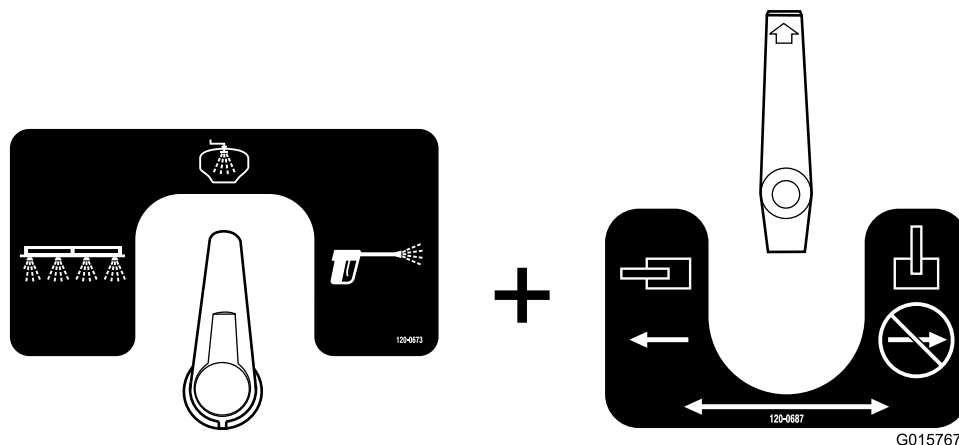

Figura 53
- Esta é configuração de lavagem do depósito (Figura 53). Utilize esta configuração para pulverizar a água de lavagem pelos bicos de lavagem no depósito.